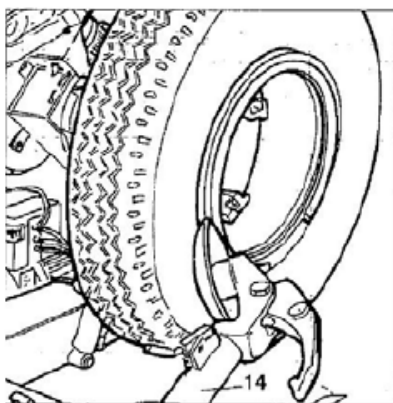

Рис. 7.16
2) Опустить монтажную лапу (14, рис. 7.16) в рабочее положение, пока оно не зафиксируется.
3) Установить рычаг с диском отрыва борта шины напротив обода колеса (см. рис. 7.16).
- 7) Отвести монтажную лапу (14, рис. 7.16) от закраины обода колеса. Освободить крюк и установить ее в нерабочем положении.